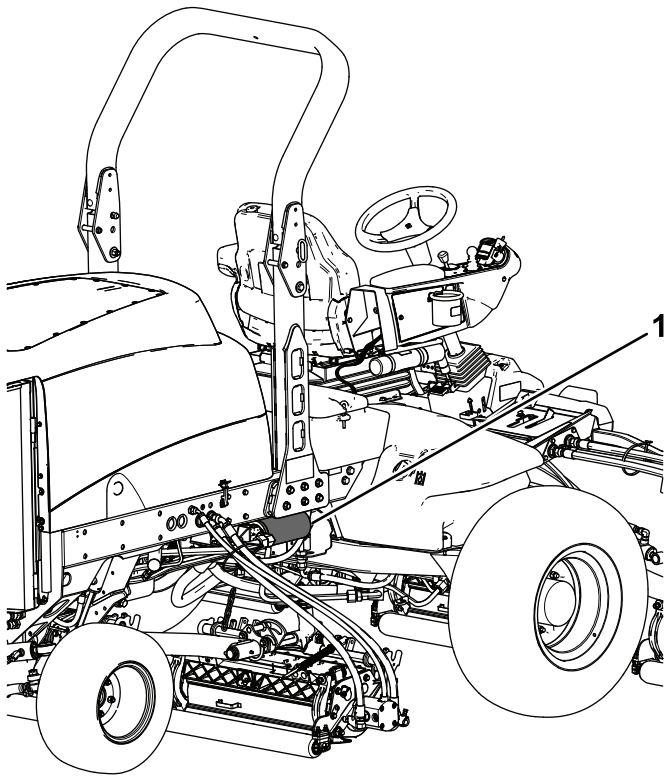

图 84
3. 在过滤器下面放置一个放油盘并拆下过滤器图 83 和图 84。